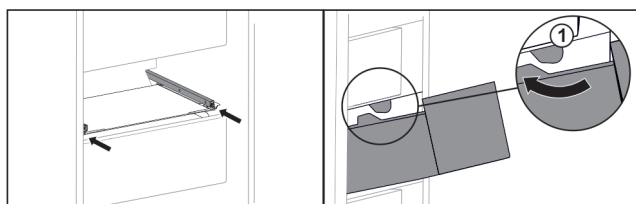

Fig. 37
- ▶ Schuiflade rond de stoppers Fig. 37 (1) leiden.*